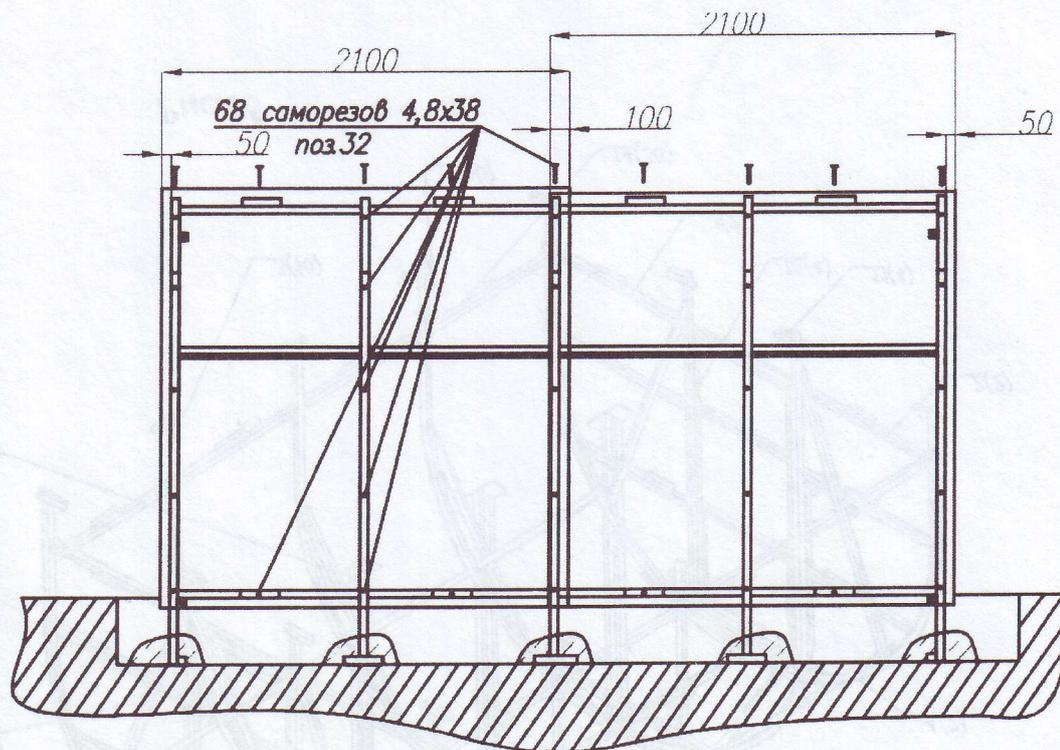

Рис.23
3.30. Возьмите лист поликарбоната размерами 2100x6000 мм, снимите защитную пленку (руководствуйтесь указаниями на стр. 1) и положите его на каркас согласно рис. 23 и 24. Выровняйте лист относительно земли и сделайте выпуск покрытия на 50 мм наружу относительно торцевой дуги, образовав при этом козырек. Закрепите поликарбонат саморезами, как показано на рисунках. Излишки покрытия углубите в траншею и присыпьте грунтом.